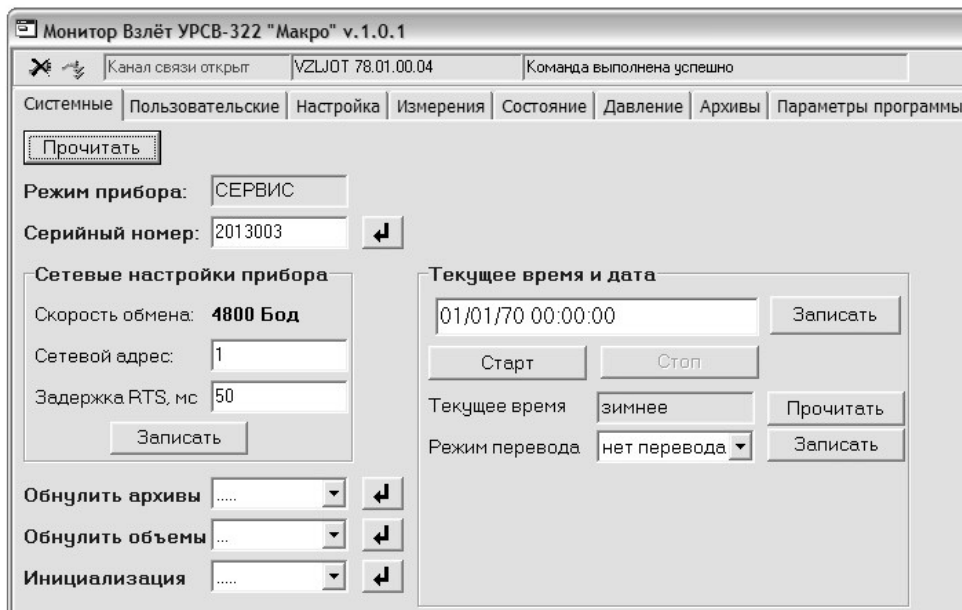

Рис.7. Окно вкладки «Системные».
- 3.1.4. Щелкнуть мышкой по вкладке **Системные**. На дисплее ПК отобразится окно, показанное на рис.7.